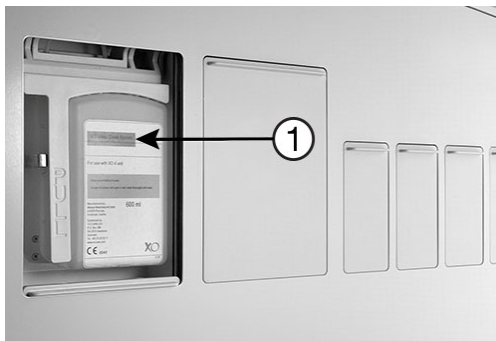

Figure 81 - Remplacement de la cartouche XO Water Clean
1. Abaisser le panneau de service de gauche - voir Figure 81.